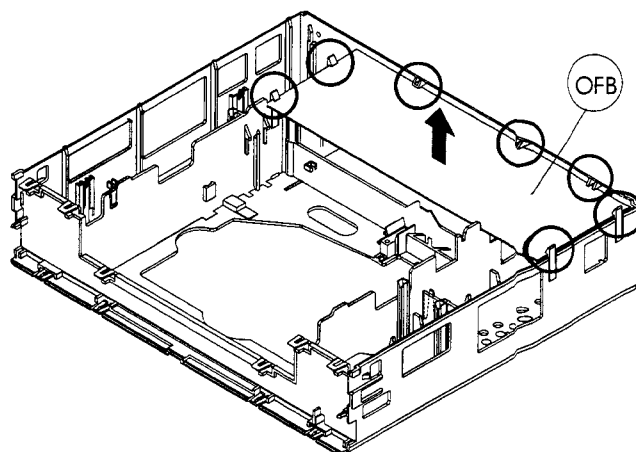

Fig. 6
- Die 7 Schnapphaken entriegeln (siehe Fig. 6).